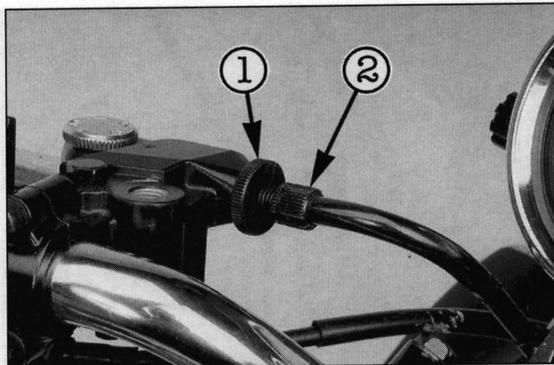

Bild 72
- Korrekturen mit der Einstellschraube am Kupplungsseilzug nach Lösen der Gegenmutter vornehmen (Bild 72).